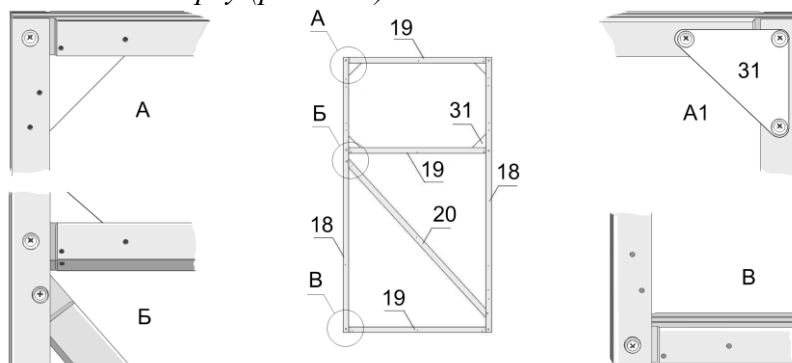

Рис. 11
3.1.9. Две стойки двери №18 соедините между собой тремя поперечинами двери №19. Для фиксации форточек в закрытом состоянии, в оконном проёме закрепите косынки №31 (рис.11-А1). **Внимание!** Для предотвращения загрязнения внутреннего пространства профиля при креплении нижней поперечины двери № 19, средняя полка профиля должна располагаться вверху (рис.11-В).